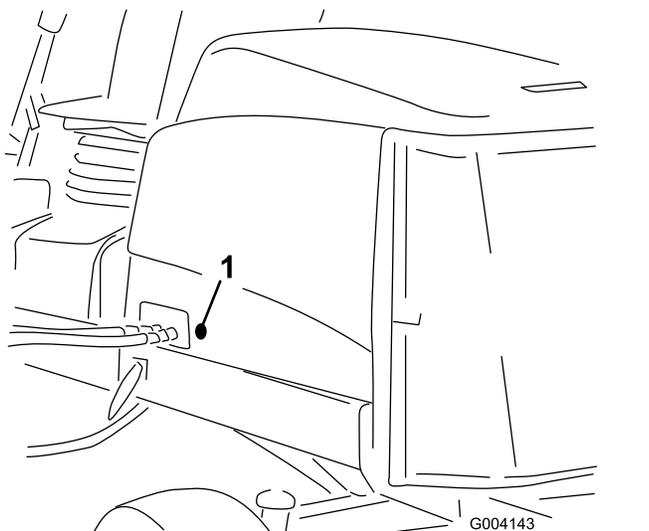

図 17
2. フードの左側についているゴム製のハトメを取り外す 図 17。